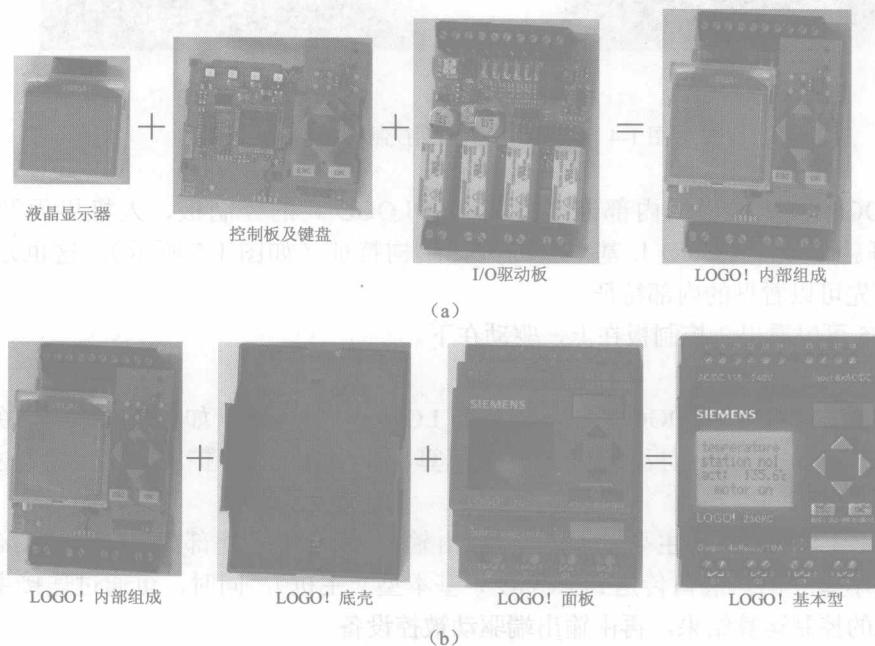

图 1-2 LOGO! 基本型的硬件组成
(1) LOGO! 基本型的硬件组成。打开 LOGO! 的基本型，我们可以看到一个 LOGO! 基本型主要由液晶显示器、控制板、小键盘、I/O（驱动）板及面板外壳等组成，如图 1-2 所示。